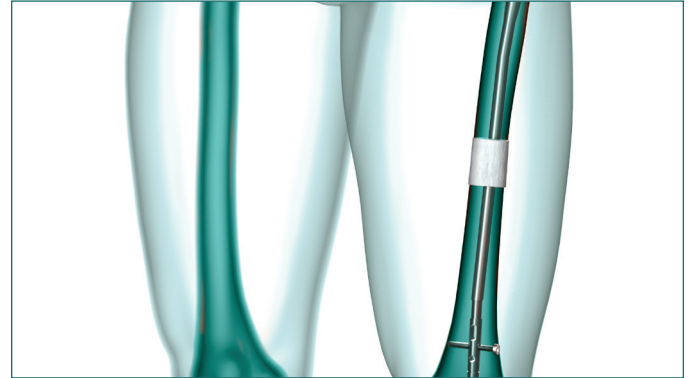

Fig. 5
1. Bei der Wahl eines b.Bone-Zylinders sollte der Innendurchmesser mindestens 2 mm größer sein als der gewählte Nageldurchmesser. Auch die Krümmung des Nagels sollte berücksichtigt werden (Abb.5).